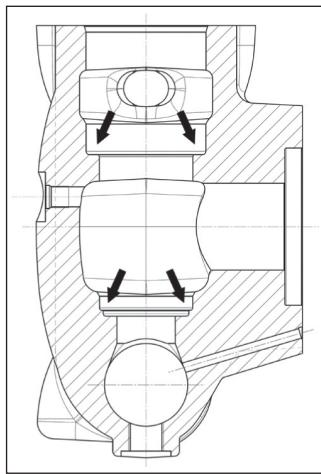

Fig. 98
Avant de replacer les groupes soupape, nettoyer et essuyer parfaitement leurs sièges respectifs ménagés dans la tête hydraulique et indiqués par les flèches (rep. ①, Fig. 98).